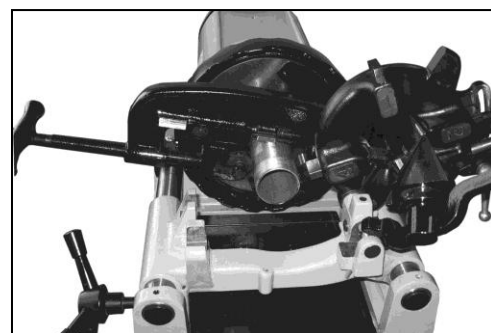

Рис. 3
4. Зажмите обеими руками рукоятку винтового шпинделя трубореза (Рис. 3).